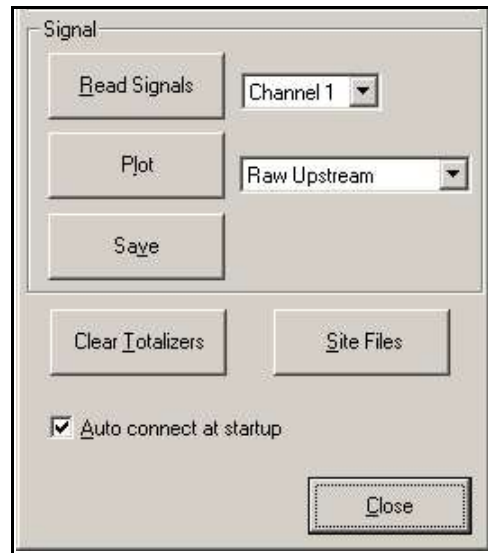

Figure 7: options de signal actives
- Pour lire un signal émis par le débitmètre, cliquez sur le bouton [Read Signals] (Lire les signaux). (Si le débitmètre est un instrument multivoie, ouvrez le menu déroulant Channel (Voie) et cliquez sur la voie souhaitée.) Après un instant, la fenêtre *Properties* (Propriétés), illustrée *Figure 7*, apparaît.